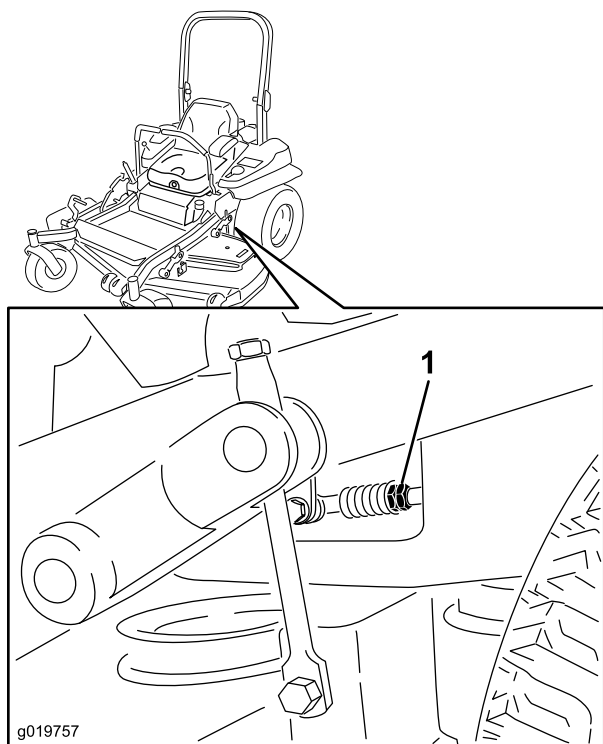

Figure 82
7. Placez les leviers de commande de déplacement en position point mort. Réglez la longueur des tiges de pompes en tournant les doubles écrous dans le sens voulu jusqu'à ce que les roues tournent légèrement en marche arrière (Figure 82). Placez les leviers de commande de déplacement en position de marche arrière et, tout en appuyant légèrement sur les leviers, laissez les ressorts d'indicateur de marche arrière ramener les leviers au point mort. Les roues doivent s'arrêter de tourner ou tourner légèrement en arrière.